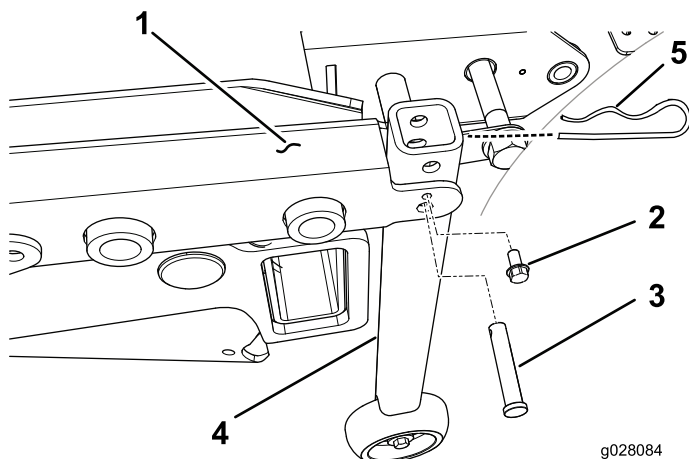

Figura 32
2. Sui trattorini con numero di serie precedente a 312999999, montate il gruppo di supporto del tubo verticale su ciascun angolo posteriore del telaio del piatto con un perno con testa e una vite autofilettante da 1/4 poll. (Figura 32).